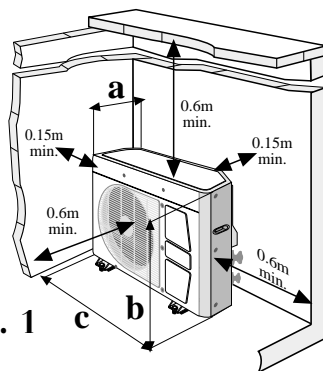

Рис. 1
- Обязательно оставьте вокруг агрегата достаточное пространство. На рис. 1 показаны минимальные требуемые расстояния между агрегатом и соседними стенами.